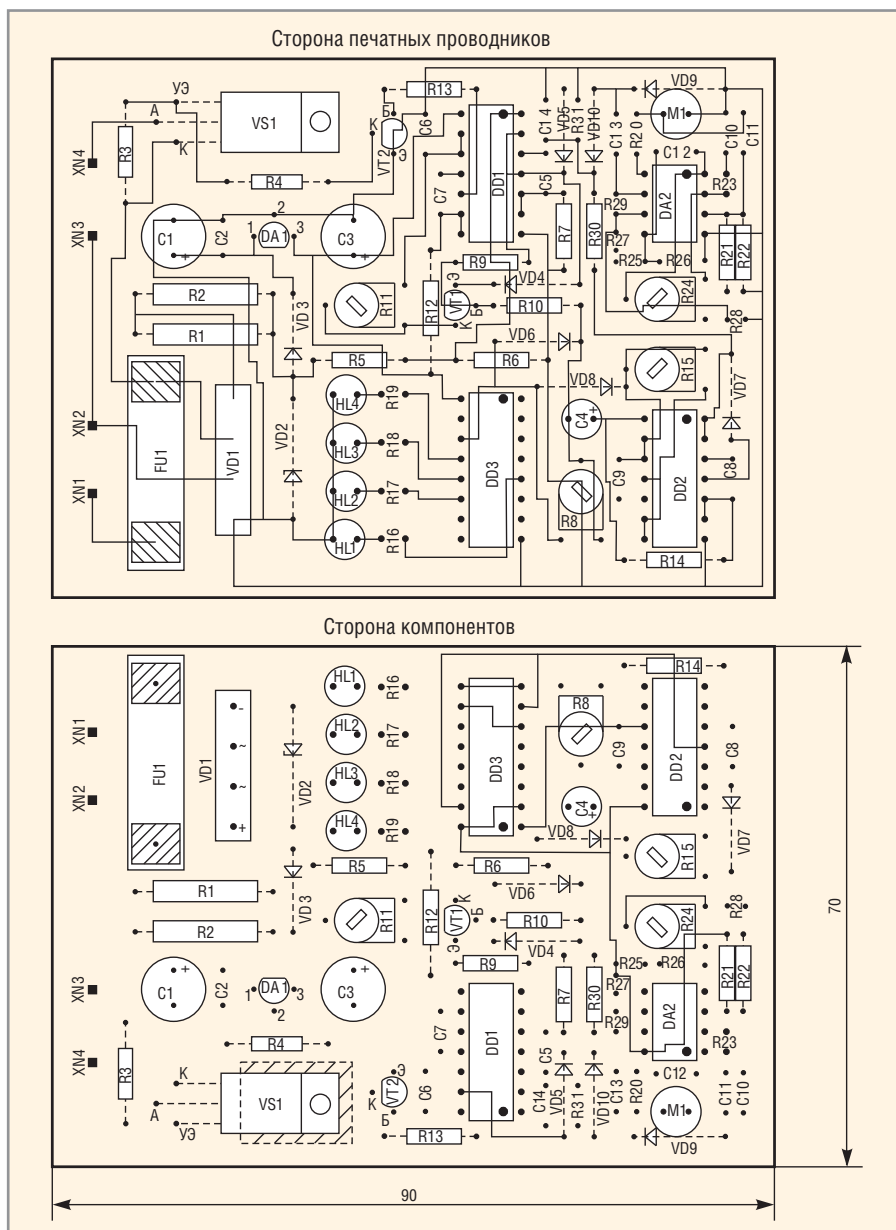

Рис. 2. Печатная плата акустического автомата лестничного освещения
Автомат собран на печатной плате из двустороннего фольгированного стеклотекстолита (см. рис. 2) толщиной 1,5 мм размерами 70 × 90 мм. Автомат устанавливается в пластмассовую коробку подходящих размеров. В устройстве применены постоянные резисторы типа МЛТ-0,125, МЛТ-0,5 (R3, R4), 5-ваттные типа SQP (R1, R2), подстроечные типа СПЗ-386, электролитические конденсаторы типа К50-35 или аналогичные импортные, неполярные конденсаторы К10-17. Микрофон может быть типа CZN-15E, МКЭ-332, МКЭ-333, МКЭ-389-1 (используются в телефонии). На месте стабилизатора VD2 может работать BZX55C22 или аналогичный маломощный с напряжением стабилизации 22...24 В. Диоды VD4–VD10 – любые маломощные кремниевые из серий КД503, КД521, КД522. Использован диодный мост VD1 типа КБР210. На месте симистора VS1 могут работать BT137, BT138, BT139 с минимально допустимым напряжением не менее 400 В. Микросхемы серии К561 заменимы на ИМС серии КР1561 или импортные аналоги серии CD4000AN (BN).